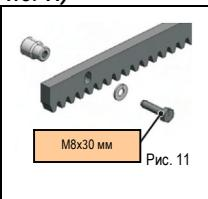

Рис. 11
5.4.1. СТАЛЬНАЯ РЕЙКА ПОД ПРИВАРКУ (РИС. 11)